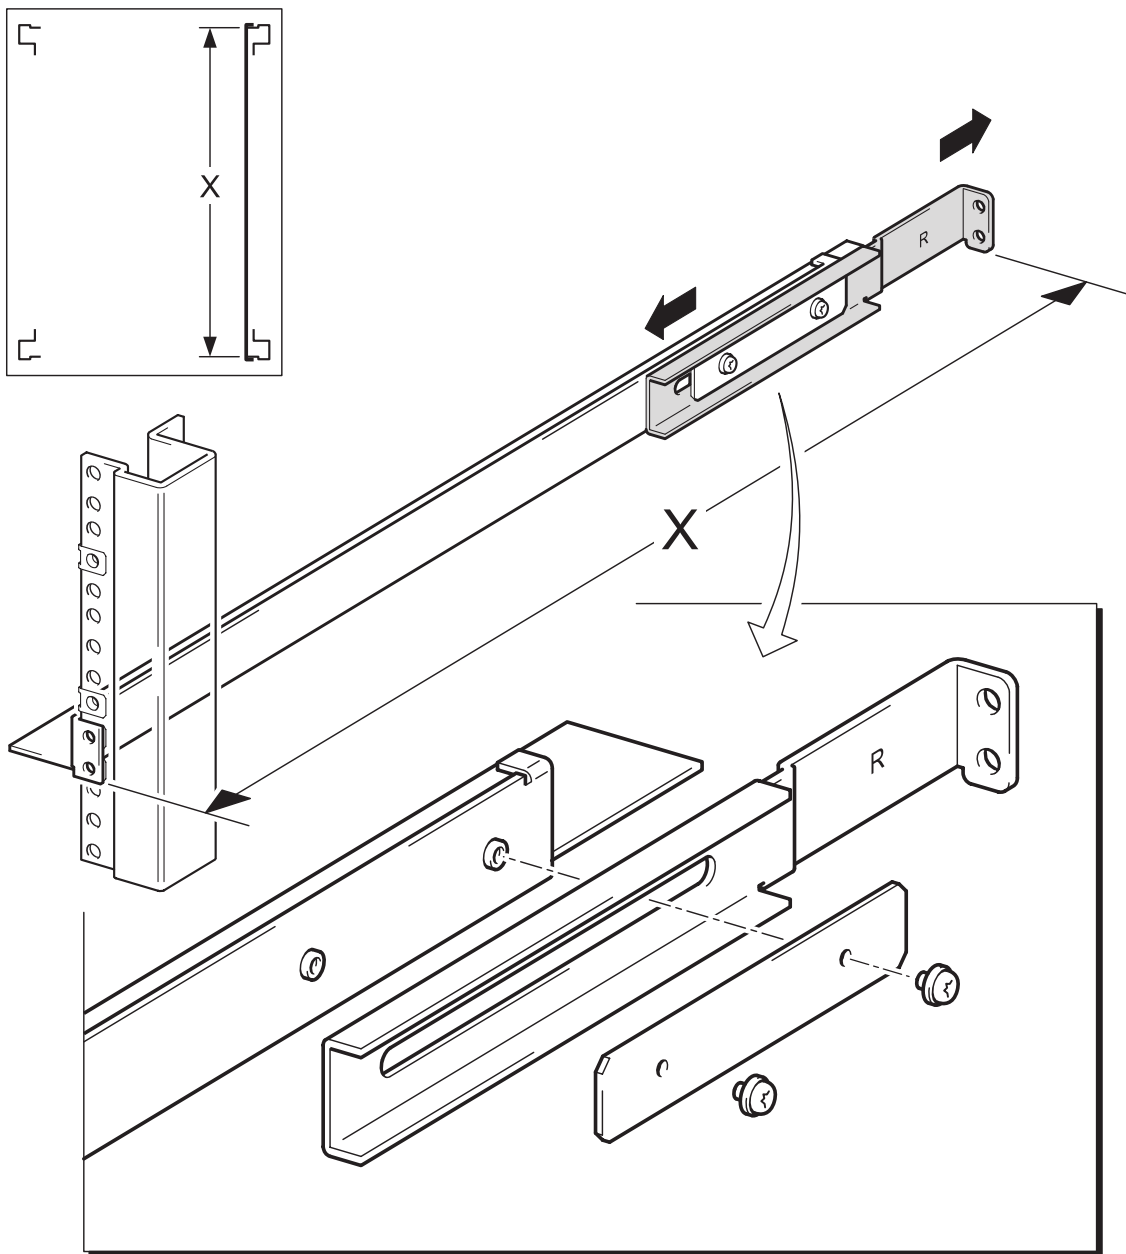

Abb. 1: Anpassen der Länge der Montageschienen
- 2 Bauen Sie die seitlichen Montageschienen wie in Abb. 1 dargestellt zusammen. Richten Sie die Länge an der Anreißlinie A oder B aus (siehe Tabelle weiter oben). Ziehen Sie die beiden Befestigungsschrauben mit der Hand an.
- 5 Stellen Sie sicher, dass die Schiene so lang ist, dass der Flansch an der Vorderseite der Schiene über die vorderen Rack-Säulen und der Flansch an der Rückseite der Schiene über die hinteren Rack-Säulen passt (siehe Abb. 1).